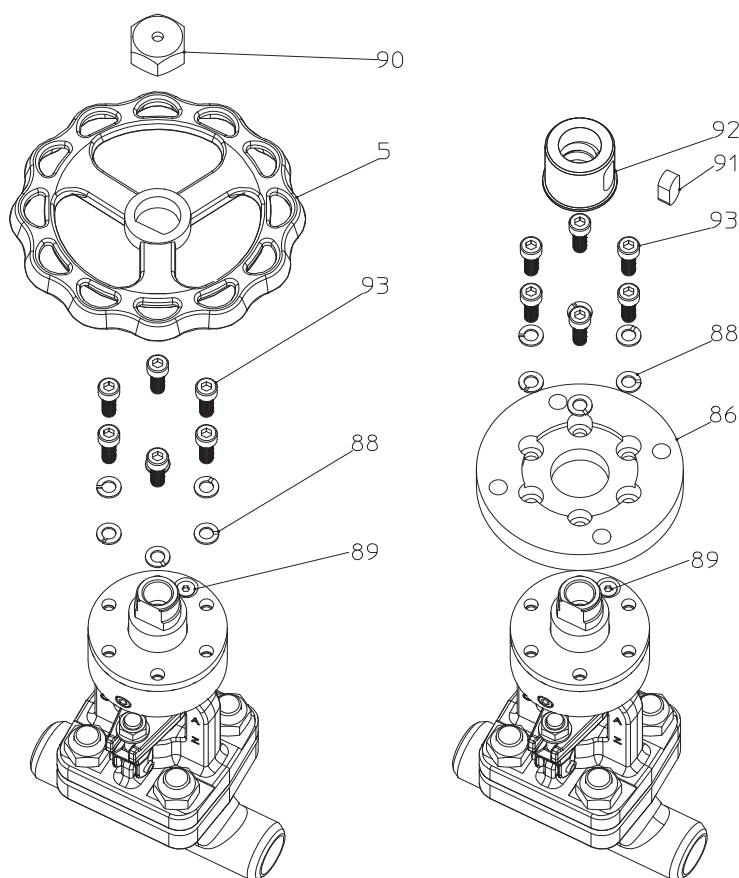

Рис. 11: Переоснащение маховика на соединение F10 согласно ISO 5210, группа В1(фланцевый переходник)
- Необходимо соблюдать направление F10 фланца в соответствии с чертежом (Рис. 11)
- F10 фланец (поз. 86) направить в соответствии с имеющимися отверстиями (см. Рис. 11)